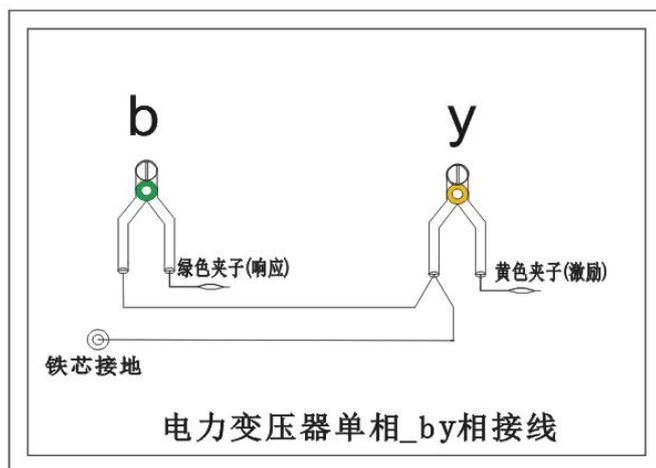

图 14
5.2.4 以上接线完成对单相 Y 的测量接线，如图 14。